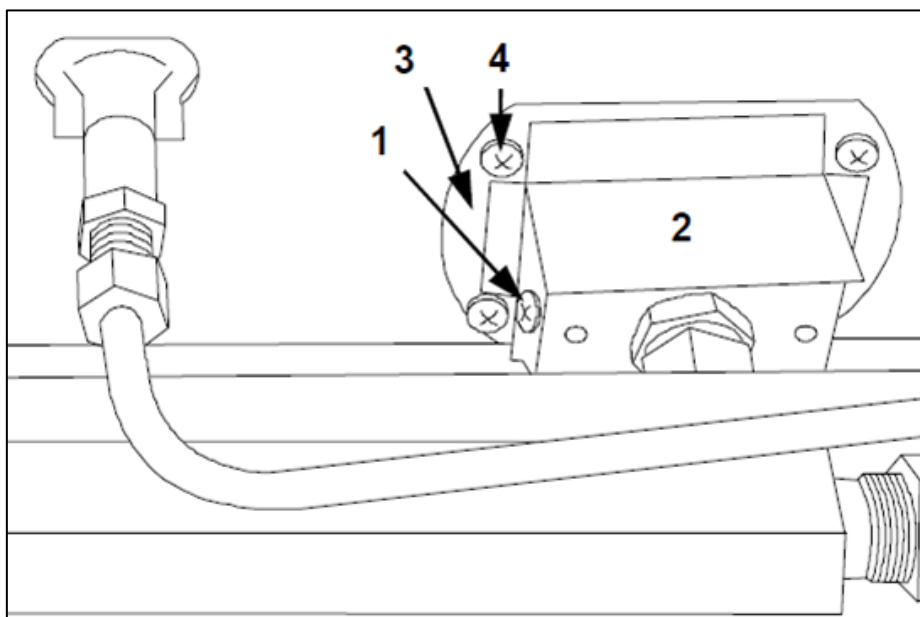

FIG.16
- Togliere il registro aria bruciature (FIG.16-Rif.2) svitando la vite (FIG.16-Rif.1) e sfilandolo lateralmente;
- Svitando le 4 viti (FIG.16-Rif.4) sfilare il bruciature (FIG.16-Rif.3) e sostituirlo;